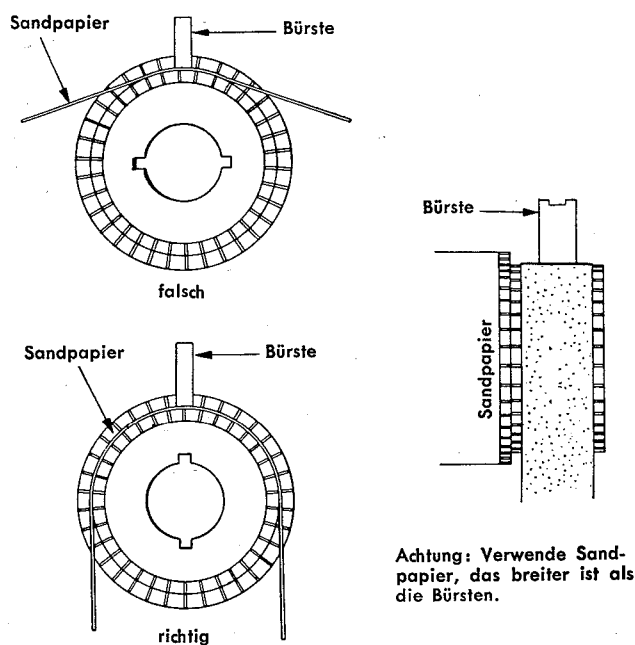

Bild 111 Einschleifen der Kollektorkohle
c) Mit Hilfe von feinem Sandpapier, das um den Kollektor mit der rauhen Fläche nach außen zu legen ist, wird die Kollektorkohle eingeschliffen (Bild 111).